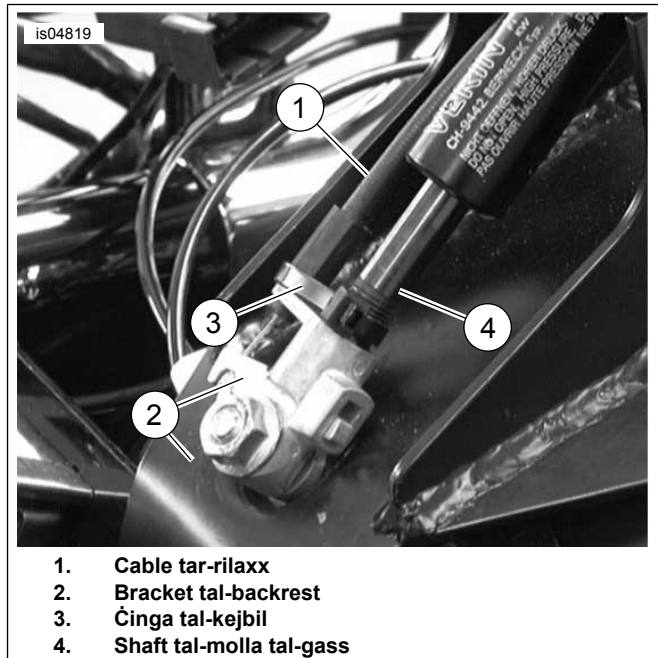

Figura 11. Waħħal il-Cable mal-Bracket tal-Backrest
4. Ara Figura 11 . Waħhal il-cable tar-rilaxx (1) mal-bracket tal-immuntar tal-backrest (2) kif muri. Waħhal b'attenzjoni l-cable max-shaft tal-molla tal-gass (4) biċ-ċinga tal-cable ipprovduta (3).